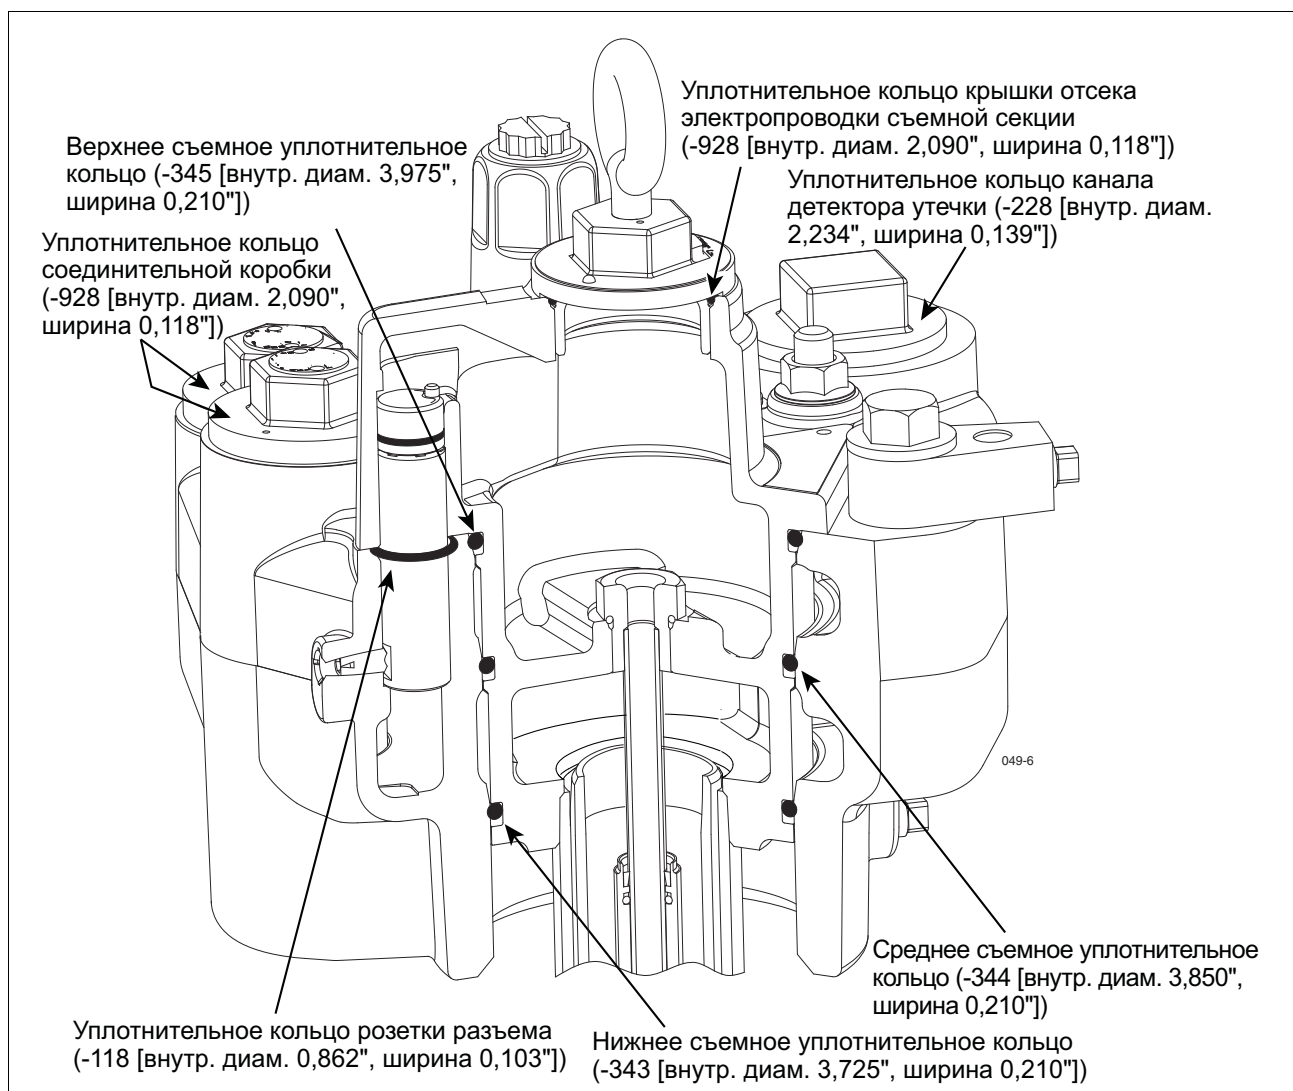

Рис. 29. Местоположения уплотнительных колец пакера и манифольда
12. Возьмите из крепежного/уплотнительного комплекта три съемных уплотнительных кольца: верхнее (внутр. диам. 3,975", ширина 0,210"), среднее (внутр. диам. 3,850", ширина 0,210") и нижнее (внутр. диам. 3,725", ширина 0,210"). Размеры колец очень близки, поэтому при их идентификации необходимо быть очень внимательным. Смажьте каждое уплотнительное кольцо техническим вазелином на нефтяной основе и установите кольца в соответствующие канавки съемной секции (см. рис. 29).
13. Снимите уплотнительное кольцо розетки разъема манифольда (см. рис. 29). Возьмите из крепежного/уплотнительного комплекта уплотнительное кольцо с внутренним диаметром 0,862" и шириной 0,103" и смажьте его техническим вазелином на нефтяной основе. Наденьте уплотнительное кольцо на розетку разъема и посадите в паз.
21. Возьмите из крепежного/уплотнительного комплекта три съемных уплотнительных кольца: верхнее (внутр. диам. 3,975", ширина 0,210"), среднее (внутр. диам. 3,850", ширина 0,210") и нижнее (внутр. диам. 3,725", ширина 0,210"). Размеры колец очень близки, поэтому при их идентификации необходимо быть очень внимательным. Смажьте каждое уплотнительное кольцо техническим вазелином на нефтяной основе и установите кольца в соответствующие канавки съемной секции (см. рис. 29 на стр. 40).
22. Снимите уплотнительное кольцо розетки разъема манифольда (см. рис. 29 на стр. 40). Возьмите из крепежного/уплотнительного комплекта уплотнительное кольцо с внутренним диаметром 0,862" и шириной 0,103" и смажьте его техническим вазелином на нефтяной основе. Наденьте уплотнительное кольцо на розетку разъема и посадите в паз.